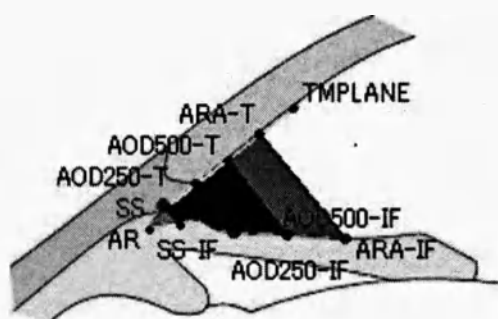

Рис. 4
- 1) Поле сообщения (1) выводит разъяснения и сигналы тревоги, касающиеся анализа.
- 2) Прикосновение к кнопке "SS" (2) и кнопке SS (Sclera) на изображении, выводит на дисплей точку SS в точке касания. Если точка TMPLANE уже была задана, начинается автоматический анализ угла.
- 3) Прикосновение к кнопке "TMPLANE" (3) и к точке на изображении выводит на дисплей точку TMPLANE. Если точка SS уже была задана, начинается автоматический анализ угла.
- 4) Автоматический анализ самостоятельно определяет точки анализа для расчета AOD250, AOD500, AOD750, ARA500, ARA750, TISA500, TISA750, и TIA500 (Рис. 4). Однако не всегда точки могут быть определены автоматически, что зависит от состояния изображения. В таких случаях представляемые результаты анализа включают в себя только те параметры, которые были удачно проанализированы.
- 5) Точки для анализа можно установить вручную. Выберите желаемую точку для анализа, коснувшись кнопки (2), (3) или (4). Далее коснитесь изображения для установки выбранной точки анализа.
- 6) С помощью кнопок перемещения курсора (5) можно изменить положение точки анализа.
- 7) Для выполнения анализа коснитесь кнопки "Analyze" (6).
- 8) Прикосновение к кнопке "Fill with Color" (7) закрашивает область угла (Рис. 4). Внизу представлено значение каждого цвета.